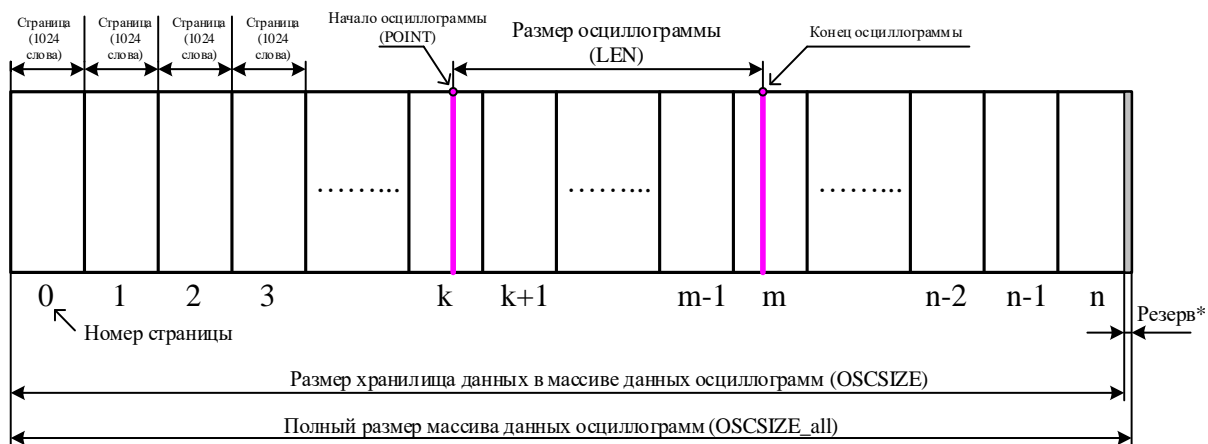
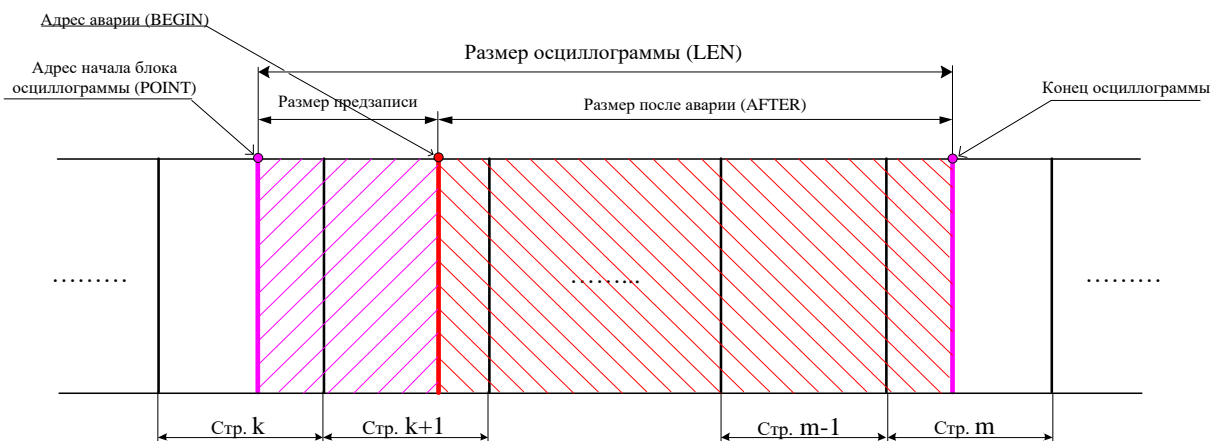

Рисунок 8.3
Рисунок 8.4
4. определить адрес начала и окончания осциллограммы в массиве данных осциллограмм (рисунок 8.3);
5. выделить искомую осциллограмму из хранилища данных осциллограмм (рисунок 8.3) и прочесть ее содержимое (при чтении осциллограммы выполняется ее переворот – рисунок 8.4);